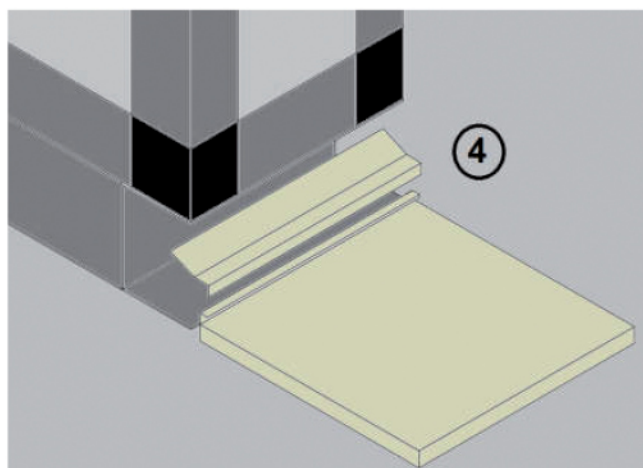

Figura 6.—PIEZA A COLOCAR POR EL INSTALADOR.
- Es posible que en algunas unidades situadas en intemperie y con módulos en dos alturas sea necesario montar, una vez implantados los módulos, una pieza entre el tejado del módulo inferior y el módulo superior. Esta pieza se suministra con los equipos y debe ser atornillada sobre el tejado del módulo inferior (ver Figura 6).